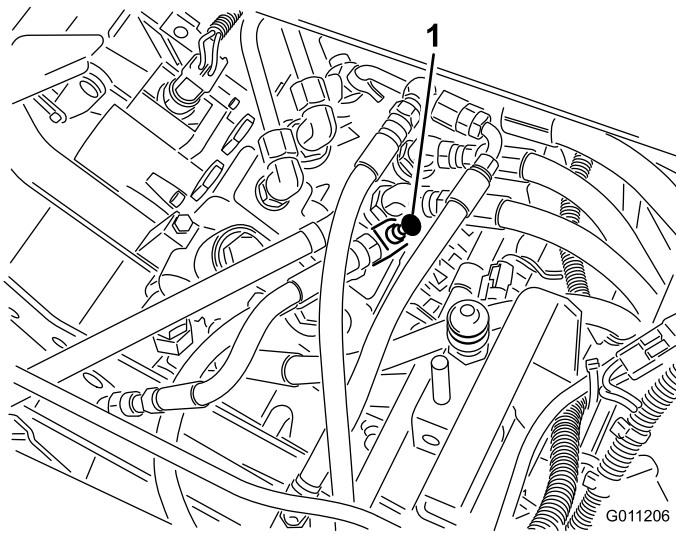

Bild 45
1. Heben Sie den Sitz hoch und machen das auf dem Hauptreguliertventil befindliche Stromventil ausfindig (Bild 45).